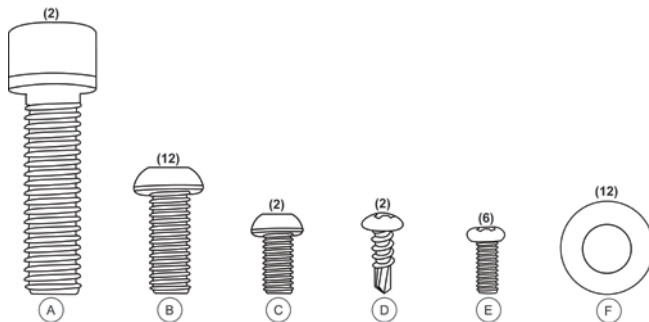
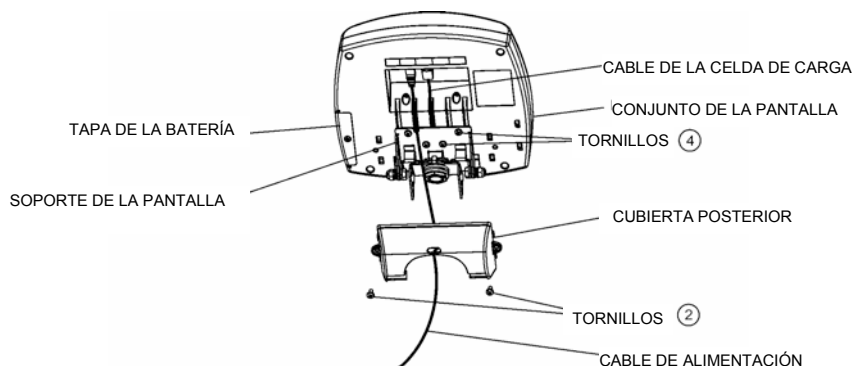

Figura 1
Figura 2
- (1) Pequeña cubierta trasera para el soporte de la pantalla
- Piezas metálicas para el ensamblaje (Figura 1)
4. Deslice el pasamanos central sobre los soportes del pasamanos existentes en la base y fije el pasamanos a sus soportes con cuatro (4) tornillos M8 de 1,25 x ¾ (B), cuatro (4) arandelas M8 (F) y la llave Allen mediana (ver la Figura 1). Ajuste ligeramente los tornillos. **NO APRIETE EN EXCESO LOS TORNILLOS.** Espere hasta el paso 6 para apretarlos.
5. Fije el pasamanos de la izquierda y la derecha al pasamanos central y a la plataforma con los dos (2) tornillos M10 de 1,5 x 1½ (A), los ocho (8) tornillos M8 de 1,25 x ¾ (B) con ocho (8) arandelas M8 (F) y ajuste ligeramente.
7. Acople la barandilla a la parte trasera del pasamanos central con dos (2) tornillos M6 medianos de 1,0 x ½ (C) y apriete.
13. Rote 90° el soporte de la pantalla y coloque el conjunto de la pantalla cerca del soporte de la pantalla. Enchufe el conector del cable de la celda de carga en el puerto de la celda de carga situada en la parte de atrás de la pantalla. A continuación, inserte el cable y fíjelo en el canal central de la pantalla. Consulte la ilustración de la Figura 2 anterior. **Nota:** No enchufe el cable de alimentación todavía. Espere hasta el paso 19.
15. Introduzca cuatro (4) tornillos de cabeza plana Phillips M4 (E) en el soporte metálico de la pantalla y apriételos (ver Figura 1).
16. Acople el soporte del adaptador al pasamanos central con dos (2) tornillos de chapa N° 8 x ½ (D) y apriételos.
17. Conecte el adaptador de alimentación al puerto de alimentación de la pantalla, y luego inserte el cable en la parte expuesta del segundo canal desde la izquierda en la parte posterior de la pantalla (ver la Figura 2 anterior). Mantenga el cable en su lugar en la ranura de retención de la cubierta posterior y alinee las lengüetas grandes de la cubierta posterior con las ranuras situadas en la parte posterior del conjunto de la pantalla. Aplique un poco de presión sobre la tapa hasta que se oiga un chasquido, y fíjela con dos (2) tornillos de cabeza plana Phillips M4 (E). **No conecte la báscula a una fuente de alimentación mientras no esté completamente ensamblada.**